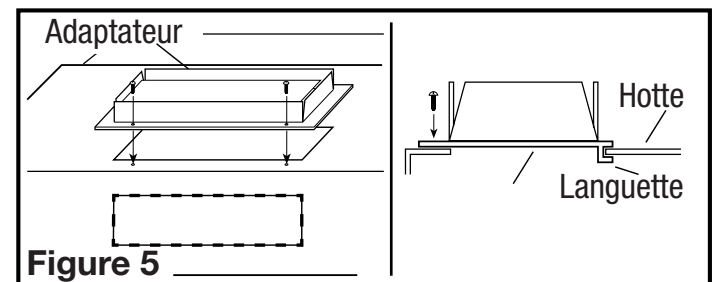

Figure 5
- Déterminer où le service électrique entrera dans la hotte et enlever les alvéoles défonçables électriques appropriées en insérant un tournevis dans la fente et en le repliant vers l'avant et l'arrière jusqu'à ce que les alvéoles deviennent lâches (**Figure 5**).
- Pour un conduit vertical ou horizontal de 8,25 x 25,4 cm (3-1/4 po x 10 po), installer l'assemblage de clapet à la hotte en glissant la section à onglets du clapet sous le corps de la hotte et en vissant les deux vis fournies. À l'aide de ruban adhésif approuvé, appliquez autour du col pour sceller les fuites d'air (**Figure 5**).